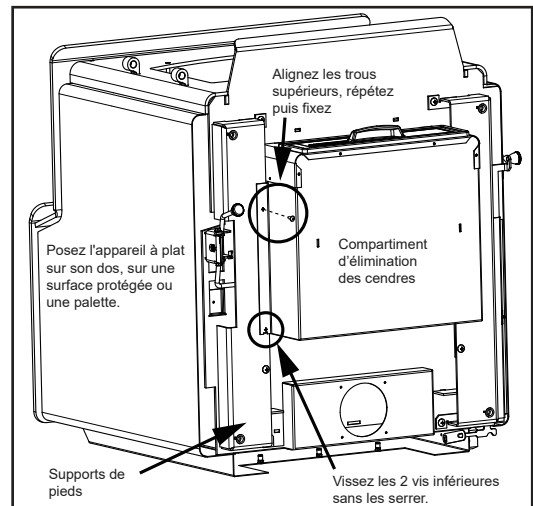

Figure 19.1
- Commencez par les deux boulons du bas à travers le tiroir à cendres et dans la base de l'appareil (**Figure 19.1**).